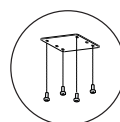

Abb. 5
- In der Größe PM670V muss der äußere Stützbügel mithilfe der vier gelieferten Schrauben installiert werden (Abb. 5).